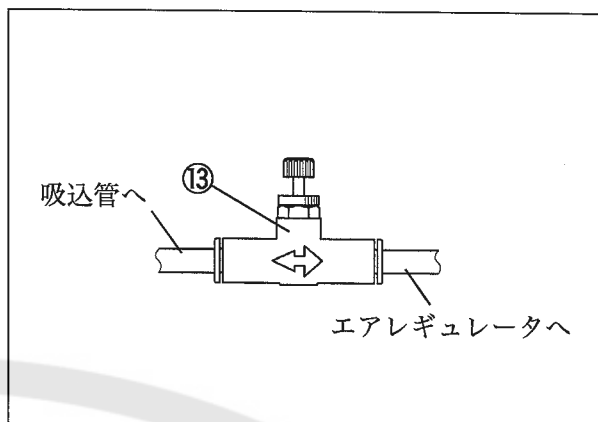

図 12
インラインスピコン⑬の取付方向に注意します。(図 12 参照)